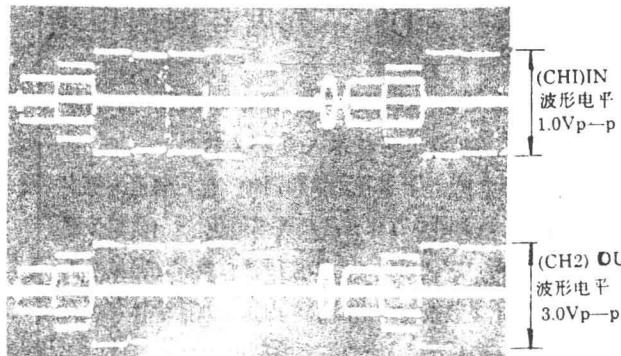

图 10 ACC IN/OUT 电平
(4) ACC(自动色度控制)输入、输出电平的确认(REC 状态):LINE IN 输入 PAL 彩条信号, 示波器 CH1 接 TL316(IN), 示波器 CH2 接 TL317(OUT)。要求 IN(CH1) 为标准值 $\pm 25\%$, OUT(CH2) 为标准值 $\pm 25\%$, 见图 10 所示。